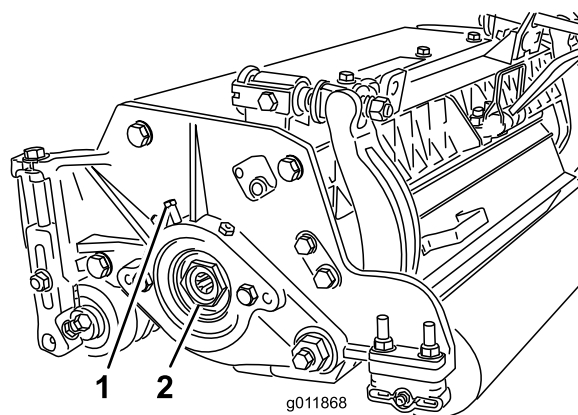

Figura 27
- A. Allentate la vite a testa cilindrica esterna che fissa il dado di regolazione del cuscinetto all'alloggiamento del cuscinetto situato sul lato sinistro dell'apparato di taglio (Figura 27).